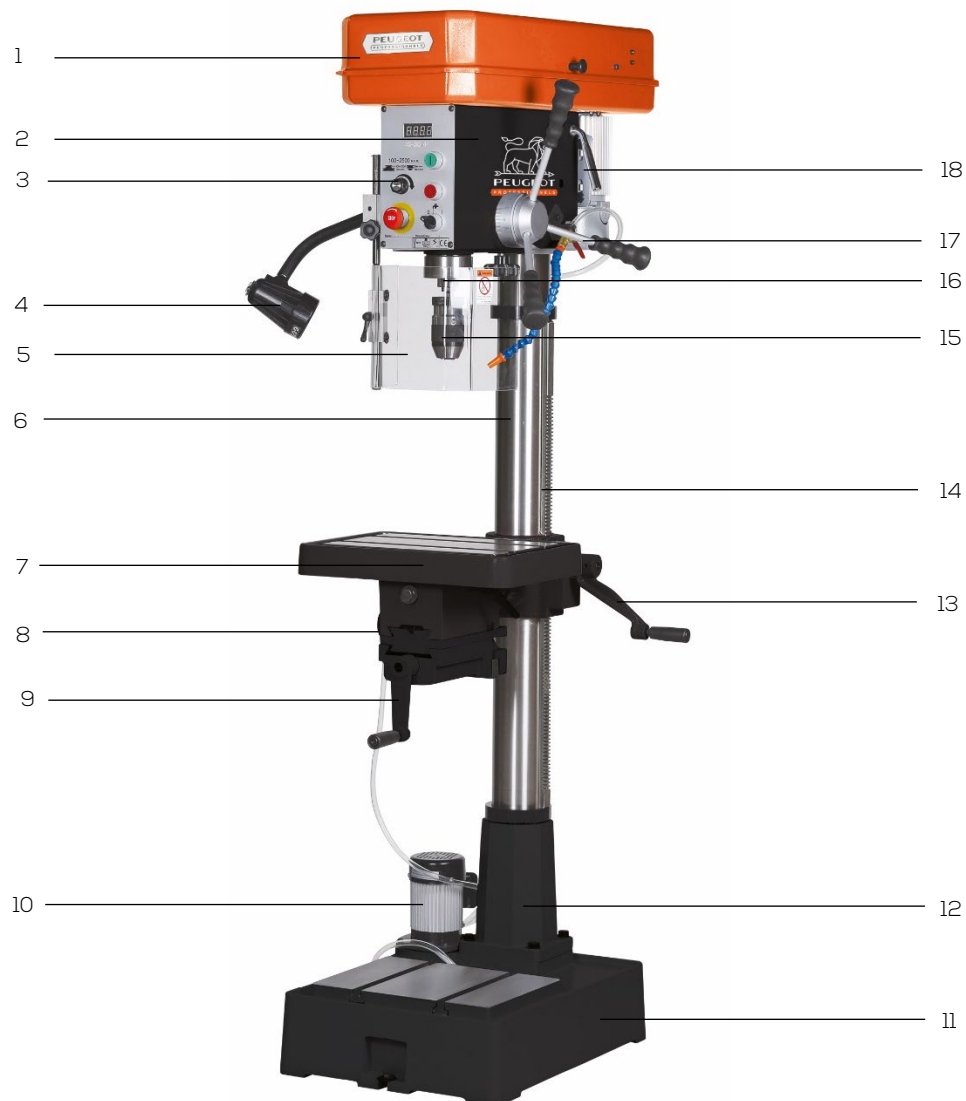

Figure 1
Prévoir des trous de fixation en correspondance des points de fixation scellement base (17 fig.1) et procéder à la fixation.
1. Placer la manivelle « montée/descente » de table-étau avec sa poignée (20 fig.1) sur l'axe du pignon du collier support de table-étau et serrer la vis de serrage de la manivelle contre la partie plate de l'axe du pignon (A).
2. Les bras de cabestan (29 fig.1) doivent être correctement installés pour la descente de broche :
- Visser les bras de cabestan sur le cabestan (B) et serrer.
3. Assembler correctement l'ensemble complet de l'écran de protection mandrin (9 fig.1).
4. Serrer la poignée de blocage de déplacement de l'écran de protection mandrin (8 fig.1).
5. Glisser l'ensemble complet de l'écran de protection mandrin dans son support situé sur le côté gauche de la tête de perceuse (4 fig.1).
6. Mettre le circlips (E) pour éviter que l'axe ne sorte de son support.
7. Positionner l'axe et serrer la poignée (5 fig.1).